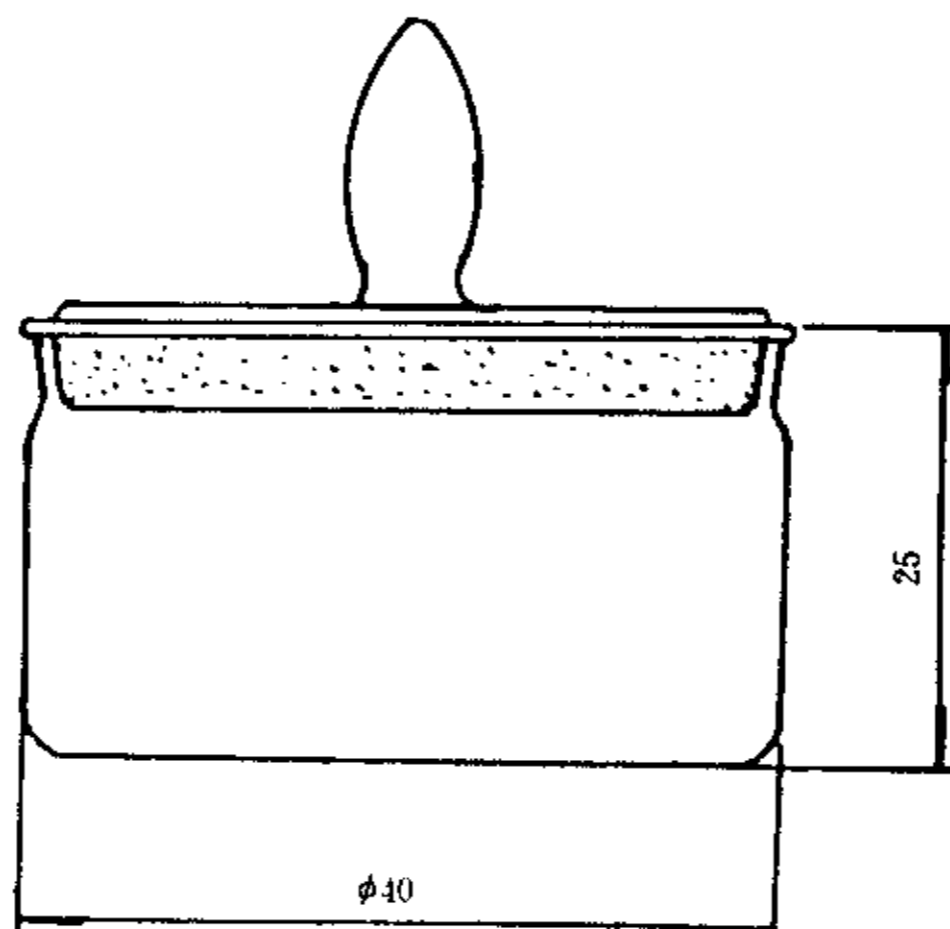

图1 玻璃称量瓶示意图
4.3 玻璃称量瓶:直径40 mm,高25 mm,并带有严密的磨口盖(见图1)。